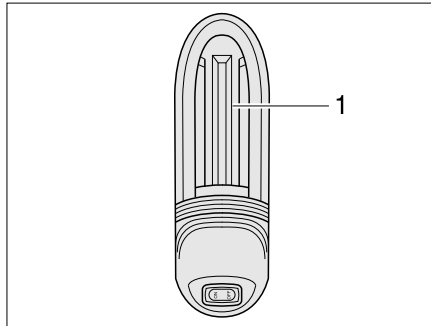

Bild 185 Garagenleuchte
- Leuchtenabdeckung (Bild 185,1) etwas nach oben schieben und abnehmen.